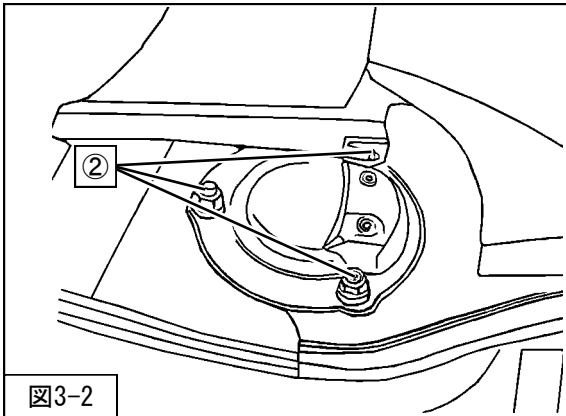

図3-2
2. ②リアサスペンションキャップ取付ナットを取外し、リアサスペンションキャップを取外してください。(図3-2)